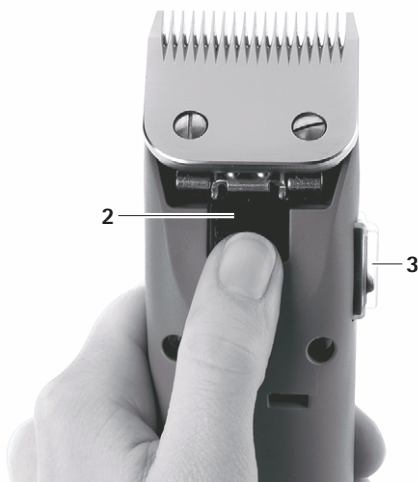

Fig. 4
- Appuyer sur l'interrupteur Marche/Arrêt 3 pour éteindre la tondeuse FAV5, voir Fig. 4.
- Presser le verrouillage de tête de tonte 2, voir Fig. 4.